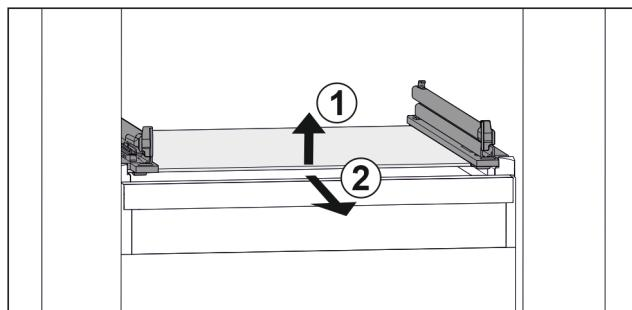

Fig. 123 Príklad zobrazenia sklenenej dosky
- ▶ Nadvihnite sklenenú dosku vpred. Fig. 123 (1)
- ▶ Odoberte sklenenú dosku dopredu. Fig. 123 (2)